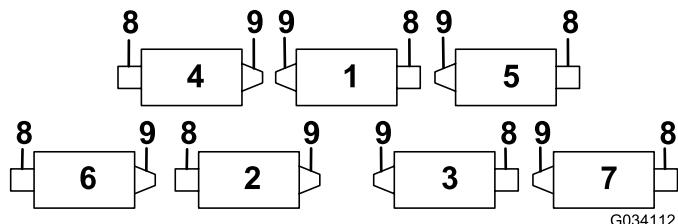

図4
**注** 昇降アームの番号については図4を参照してください。